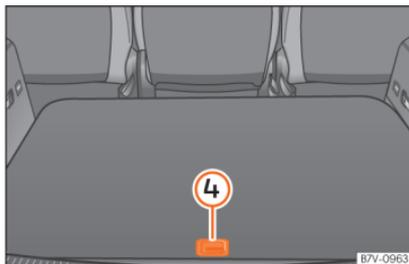

Abb. 192 Weitere Ablagefächer im Gepäckraumboden.
Ablage hinten öffnen » Abb. 192 ④:	▷ Hinteren Teil des Gepäckraumbodens mit dem Griff nach oben ziehen.